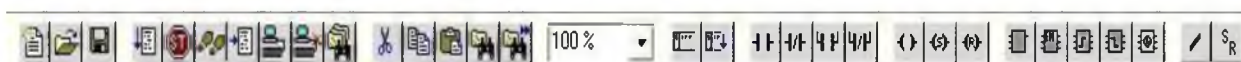

Рис. 4. Панель инструментов
- панель инструментов, которая содержит кнопки для быстрого вызова команд меню (рис. 4);